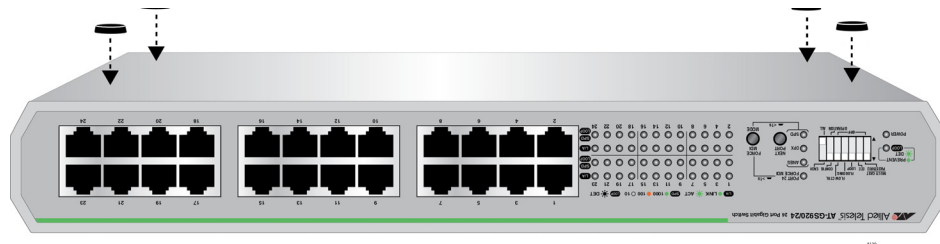

Рисунок 8. Крепление резиновых ножек
3. При помощи четырех винтов из комплекта поставки закрепите четыре резиновые ножки на днище коммутатора. См. рис. 8.